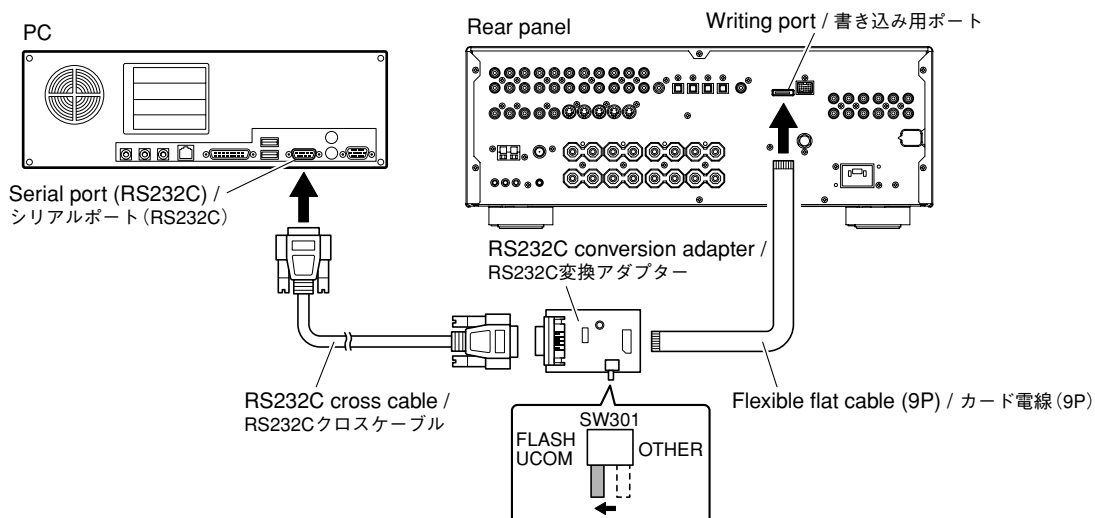

Fig. 1
2. RS232C変換アダプターのスイッチ(SW301)を"FLASH UCOM"側に設定します。(Fig.1)
3. 本機の書き込み用ポートとPCのシリアルポート(RS232C)を下記のように接続します。(Fig. 1)